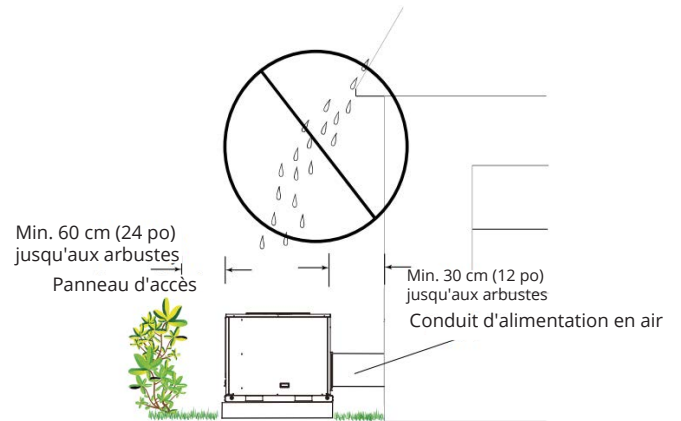

Fig. 2-9
- Les unités doivent être surélevées de 7,5 à 30 cm (3 à 12 po) au-dessus du socle ou du toit, en fonction des conditions météorologiques locales. Cette hauteur supplémentaire permettra l'évacuation de la neige et de la glace fondues pendant le cycle de dégivrage avant leur regel. Assurez-vous que les trous de drainage dans le bac de base des unités ne sont pas obstrués, afin d'éviter tout dégât causé par l'eau de dégivrage (Fig. 2-9).